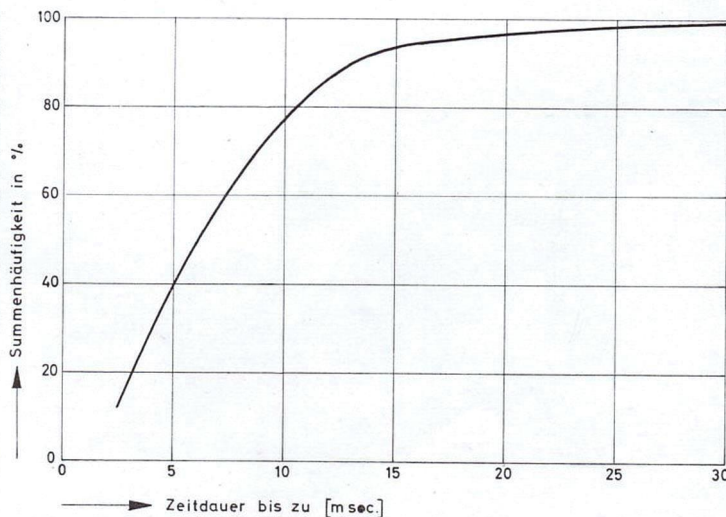

Bild 3 Summenhäufigkeit der Zeitdauer von Aussetzern bei Standardband, Viertelspur und 4,76 cm/sek. Bandgeschwindigkeit; nach [4]
nur 0,01% aller auf einem Bandstück vorhandenen Aussetzer einen Amplitudenverlust von 12 und mehr dB. Bild 3 hat mehr qualitativen Charakter (4) und bezieht sich auf über mehrere Standardbandfabrikate gemittelte Werte; interessant ist der scharfe Knick der Kurve bei etwa 15 ms, woraus hervorgeht, daß Aussetzer, die länger als 15 ms dauern, sehr selten sind.